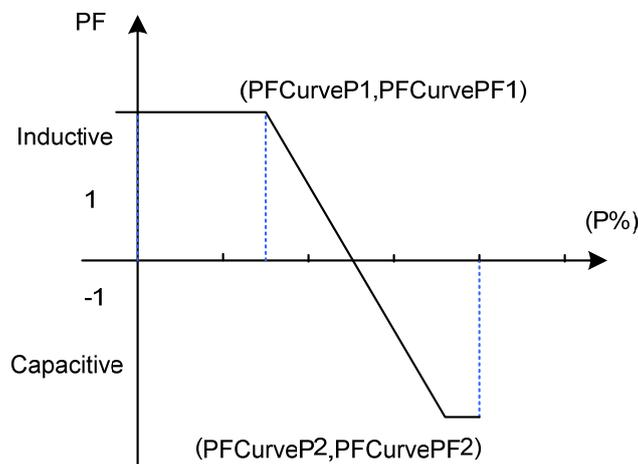

Figura 6-13 Curva de PF(P)
- Curva de PF(P): Modo de curva de fator de potência. Observação: O fator de potência muda de acordo com a mudança de potência, como mostrado na Figura 6-13.